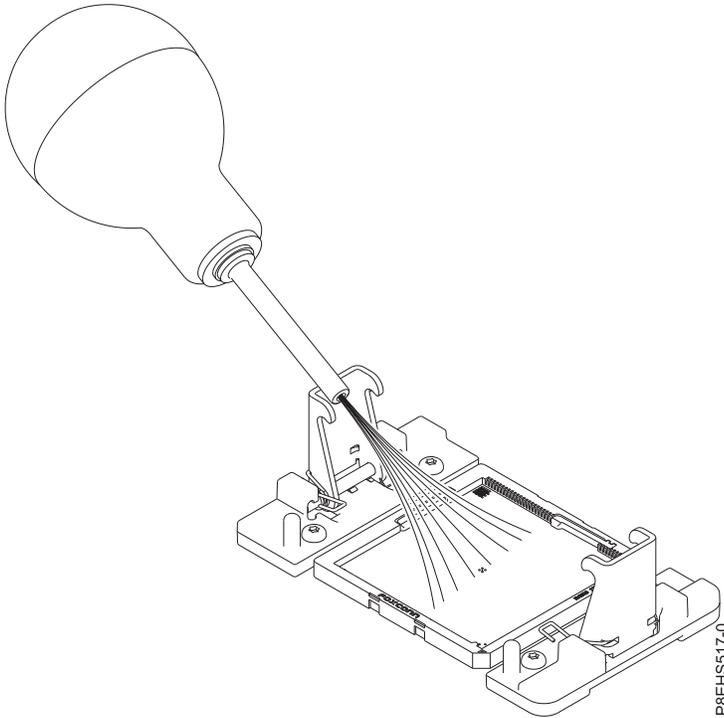

Figura 99. Cómo quitar el polvo o los restos de suciedad del zócalo del procesador del sistema
- a. Si hay polvo o restos de suciedad en el zócalo del procesador del sistema, utilice la bomba de aire suministrada (número de pieza 45D2645) para limpiar el zócalo. Sople pequeñas ráfagas desde el centro a los lados del zócalo, como se muestra en la Figura 99 en la página 98.